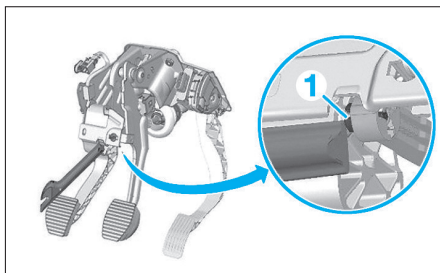

FIG. 8
- Dégager le clip (1) du pédalier à l'aide d'une palette plastique (Fig.8).